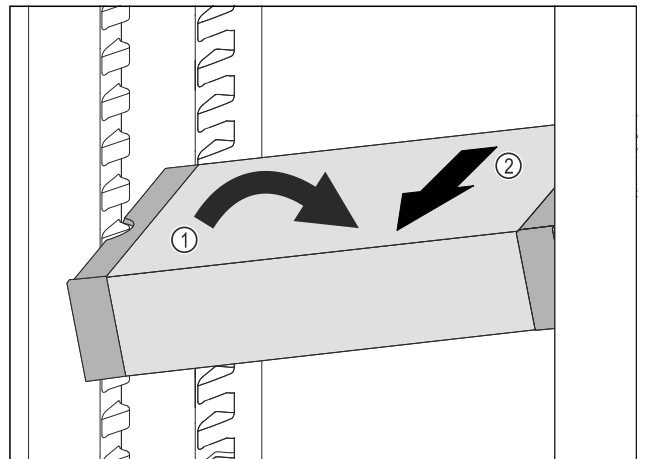

Fig. 46
- ▶ Встановити VarioSafe під кутом в охолоджувальному відділенні. Fig. 46 (1)
- ▶ Витягнути VarioSafe вперед. Fig. 46 (2)